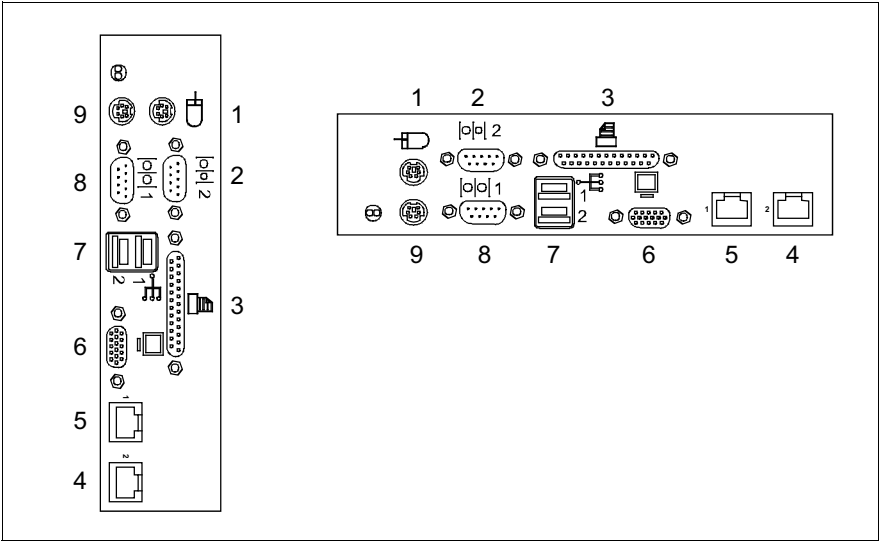

Bild 18: Anschlussfeld an der Rückseite (Floorstand- und Rack-Modell)
Die Standardanschlüsse (Bild 18) sind durch Symbole und Farbkodierung gekennzeichnet:
- Schließen Sie den Bildschirm, die Tastatur und die Maus an die Standardanschlüsse des Servers an (siehe Bild 18 auf Seite 56).